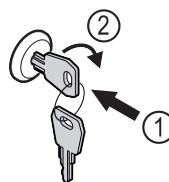

Fig. 149 Beispielhafte Darstellung
- Schlüssel hineindrücken Fig. 149 (1).
- Schlüssel um 90° im Uhrzeigersinn drehen Fig. 149 (2).